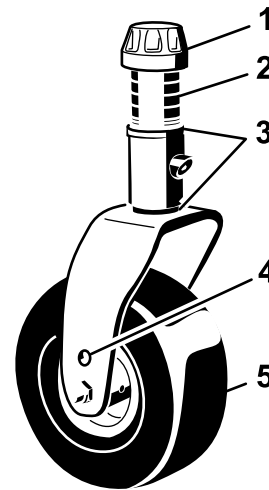
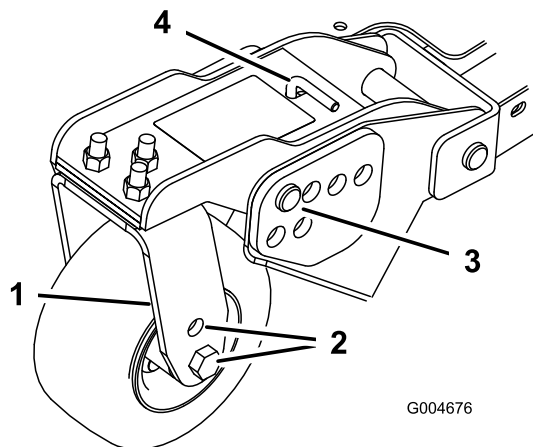
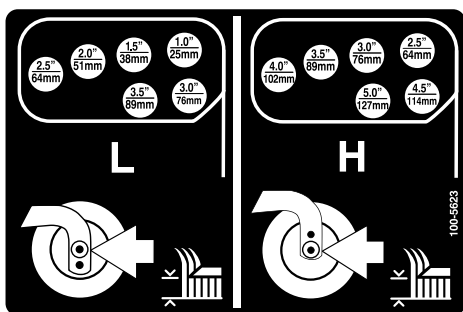

Figura 22
Figura 24
Figura 25
1. Posizionate gli assali delle ruote orientabili negli stessi fori di tutte le forcelle (Figura 22 e Figura 24). Vedere lo schema seguente per stabilire il foro corretto per la regolazione.
2. Togliete il cappuccio di tensione dall'asse del perno (Figura 22) ed estraete il perno dal braccio della ruota orientabile. Montate i due spessori (3 mm) sull'asse dei perni, come erano montati in origine. Questi spessori servono per ottenere un livellamento sull'intera larghezza degli apparati di taglio. Mettete il numero opportuno di distanziali da 13 mm sull'asse del perno, fino
4. Togliete la coppia ed i perni con testa dai bracci di rotazione delle ruote orientabili (Figura 24).
5. Girate il tenditore per alzare o abbassare il braccio di rotazione finché i fori non sono allineati con i fori della staffa dell'altezza di taglio selezionati, nel telaio dell'apparato di taglio (Figura 24 e Figura 25).